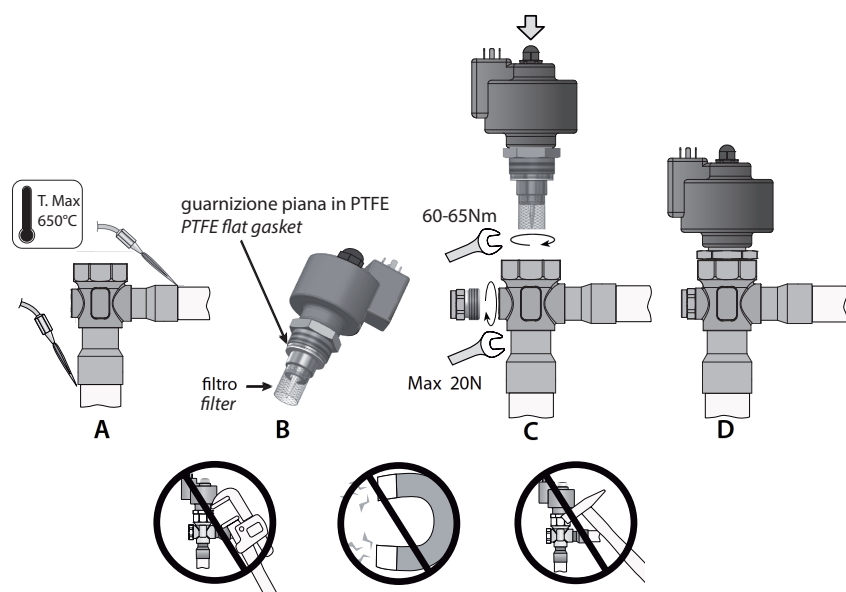

Fig.2
Le valvole E³V-S devono essere saldate al circuito mediante brasatura dei raccordi in rame ai tubi di uscita condensatore (IN) e di ingresso evaporatore (OUT). Seguire la successione indicata in Fig. 2 procedendo in questo modo:
2. Procedere alla saldatura orientando la fiamma verso l'estremità dei raccordi come da Fig. 2-A (per una migliore brasatura senza alterare la tenuta della zona di saldatura tra corpo e raccordi utilizzare lega con temperatura di fusione inferiore a 650 °C o con tenore di argento superiore del 25 %).
3. Verificare che la guarnizione piana in PTFE sia presente e posizionata in sede (Fig. 2-B).
4. Verificare che il filtro in rete metallica sia inserito sulla boccia di ottone (Fig. 2-B). In caso contrario, posizionarlo come in figura e portarlo in battuta. **Attenzione! Utilizzare il filtro solo in mono-direzionale con ingresso del fluido dal raccordo laterale. In caso di utilizzo della valvola in direzione contraria, prevedere apposito filtro nel circuito, togliendo quello fornito.**
5. Avvitare nel corpo valvola la cartuccia in acciaio sull'apposito alloggiamento filettato con una chiave a forchetta da 32. Serrare la cartuccia sul corpo valvola con una coppia di serraggio suggerita di 60-65 Nm (Fig. 2-C). Per favorire un più rapido assemblaggio della valvola, si consiglia di non smontare il motore dalla cartuccia. **Attenzione! Nel caso in cui lo stelo filettato fuoriuscisse completamente dalla sede di lavoro della cartuccia procedere secondo la seguente operazione:**
The E³V-S valves must be joined to the circuit by braze welding the copper fittings to the condenser outlet (IN) and evaporator inlet (OUT) pipes. Proceed as indicated in Fig. 2:
2. Weld by aiming the flame at the ends of the fittings as shown in Fig. 2-A (for better braze welding without affecting the seal of the welded area between the body and the fittings, use alloys with a fusion temperature less than 650 °C or with a silver content above 25%);
3. Make sure that the PTFE flat gasket is present in its seat (Fig. 2-B).
4. Make sure that the metal mesh filter is inserted on the brass bushing (Fig.2-B). Otherwise, position it as shown in the figure and make sure it's properly in place. **Warning! Only use the one-way filter with fluid inlet from the connection side. If using the valve in the opposite direction, install a special filter in the circuit, removing the one supplied.**
5. Tighten the steel cartridge in its threaded socket on the valve body using a 32 mm spanner. Tighten the cartridge on the valve body to a recommended tightening torque of 60-65 Nm (Fig. 2-C). For faster valve assembly, do not remove the motor from the cartridge. **Warning! If the threaded rod comes completely out of the cartridge, proceed as follows:**